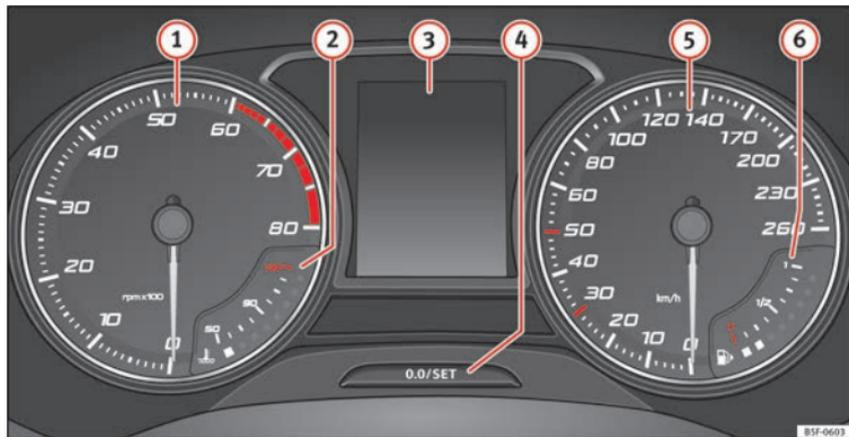

Fig. 82 Quadro strumenti nel cruscotto.
Spiegazioni sugli strumenti »» fig. 82:
Il contagiri indica il numero di giri del motore al minuto » **fig. 82 ①**.
La lancetta del contagiri ① »» **fig. 82** dovrebbe rimanere il meno possibile nel settore rosso, altrimenti si rischia di danneggiare il motore.
All'accensione del quadro strumenti, sul display »» **fig. 82 ③** vengono visualizzate informazioni differenti, a seconda dell'equipaggiamento del veicolo:
- Premere brevemente il pulsante »»» **fig. 82** **4** per riportare il contachilometri parziale a 0.
- Per regolare l'orologio, mantenere premuto il pulsante »»» **fig. 82** **4** per più di 3 secondi per selezionare l'indicatore delle ore o dei minuti.
Mantenere premuto il pulsante » fig. 82 ④ per più di 15 secondi per visualizzare le lettere distintive del motore (MKB) del veicolo. A